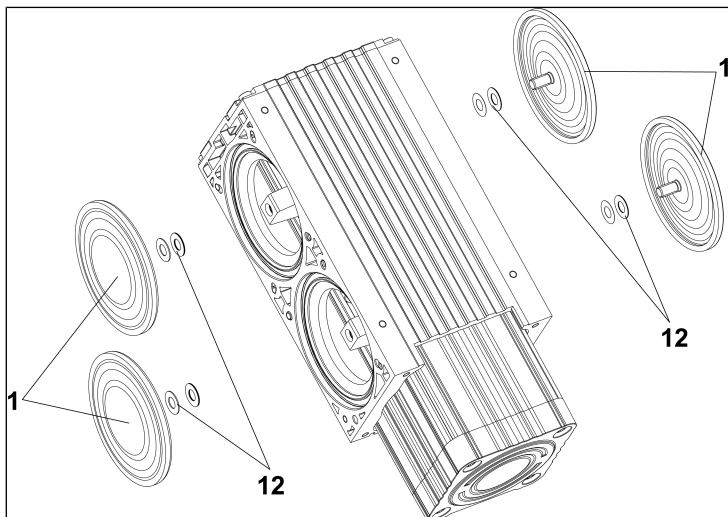

Abb.11: Membranwechsel
1. Drehen Sie die zwei Membranen (**1/Abb. 11**) mit den Händen entgegen dem Uhrzeigersinn heraus.
i Vorsicht, dass die zwischen Membrane und Pleuel vorhandenen Passscheiben (**12/Abb. 11**) nicht in das Pumpengehäuse fallen. Dass die Passscheiben (**12/Abb. 11**) in gleicher Anzahl wie zuvor montiert werden, ist Voraussetzung, um die pneumatische Leistung der Pumpe sicherzustellen.
2. Schrauben Sie die neuen Membranen (1/Abb. 11) von Hand in die Gewinde der Pleuel ein und ziehen Sie diese handfest an.
3. Bringen Sie die Membranen (1/Abb. 11) in Mittelstellung.